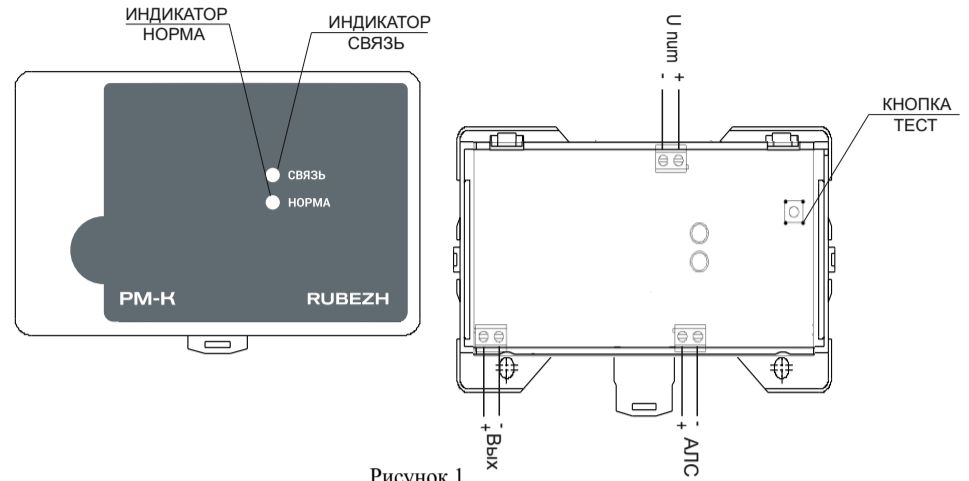

Рисунок 1
5.1 Конструктивно релейные модули выполнены в виде блока, состоящего из пластмассового корпуса (основание и крышка), внутри которого размещена плата с электронными компонентами (рисунок 1).
7.5 Для конфигурирования релейного модуля, подключенного к АЛС, начальный адрес которого неизвестен, необходимо зайти в меню прибора, выбрать пункт «Настройка» («Конфигурация») => «Сервис»=> «Адресация устройств» и нажать кнопку ТЕСТ на релейном модуле (рисунок 1). На экране прибора откроется меню параметров релейного модуля: